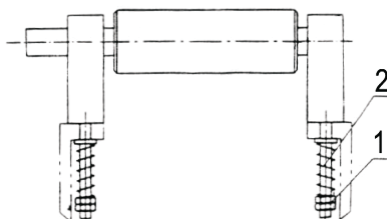

рис. 24
8.4 В случае затруднённой подачи заготовки или ухудшения качества обработки при операции рейсмусования необходимо при помощи гаек **1** (рис. 24) отрегулировать усилие четырёх пружин **2**, расположенных на стойках стола для рейсмусования.